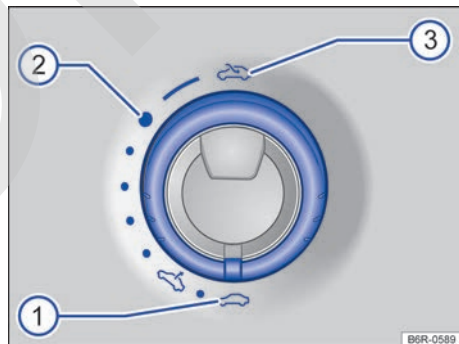

Fig. 63 En el revestimiento interior del techo: girar el mando para abrir y cerrar el techo de cristal.
Para ajustar la posición deflectora del techo de cristal, el mando giratorio se tiene que encontrar en la posición → fig. 63 ①.
- *Abrir horizontalmente por completo:* Gire el mando a la posición → fig. 63 ③ y manténgalo en esta posición hasta que el techo de cristal alcance la posición deseada.
- *Posición de confort:* Gire el mando a la posición → fig. 63 ②.
- *Ajustar una posición intermedia:* Gire el mando a una posición entre la → fig. 63 ② y la → fig. 63 ①.
- *Cerrar por completo:* Gire el mando a la posición → fig. 63 ①.
- Gire el mando a la posición de “cerrado” → fig. 63 ①.